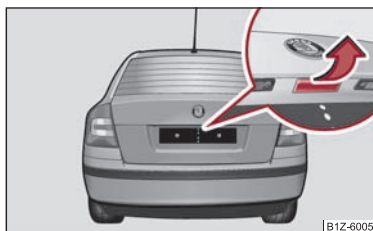

Fig. 27 Maniglia del portellone bagagliaio
- Premere la maniglia ⇒ fig. 27 e sollevare contemporaneamente il portellone.